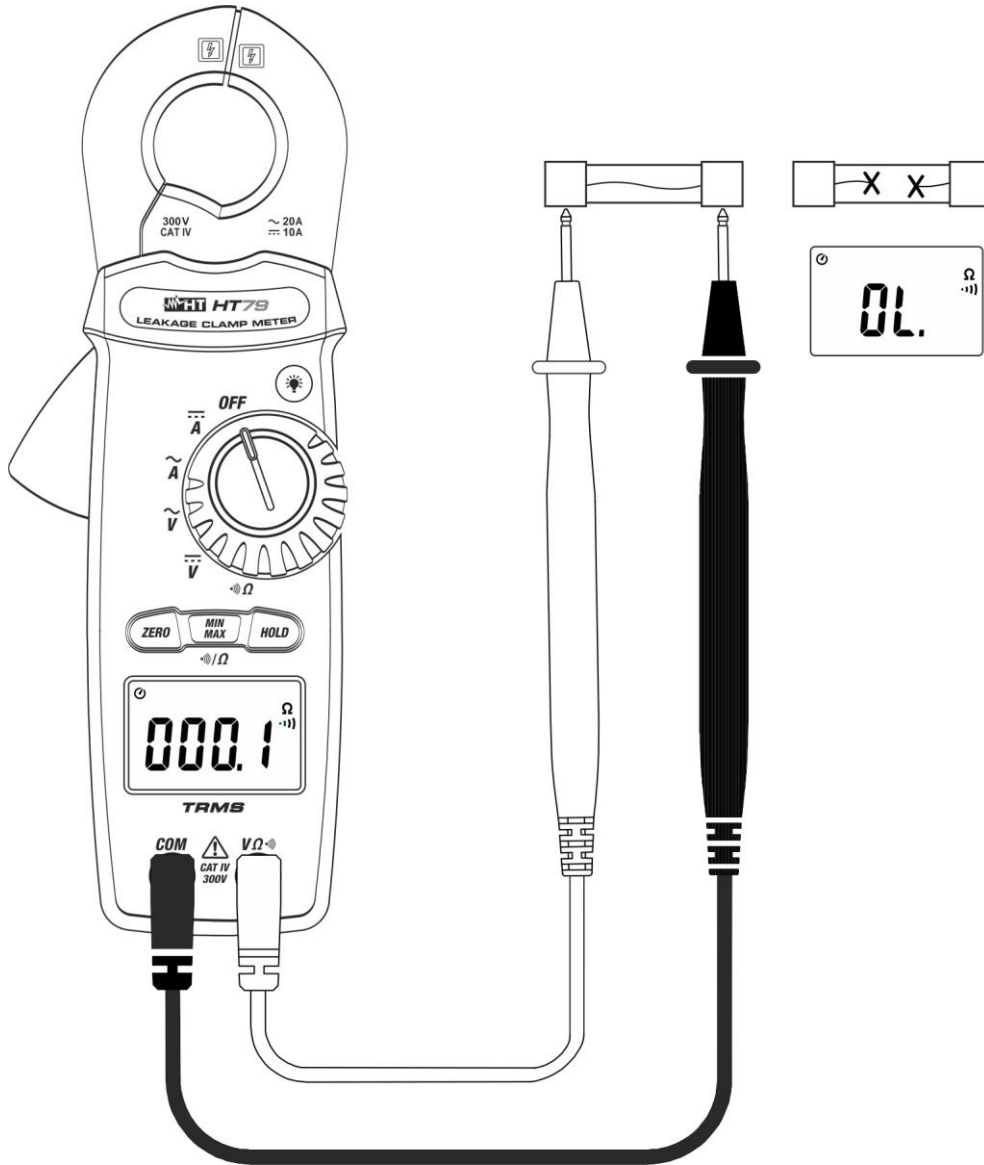

Fig. 7: Utilisation de l'instrument pour le test de continuité
3. Insérer le câble rouge dans l'entrée du jack **V Ω** et le câble noir dans l'entrée du jack **COM** et exécuter le test de continuité sur l'objet sous test (voir Fig. 7). L'alarme émet un signal sonore si la valeur de résistance mesurée est inférieure à 100 environ. Ω